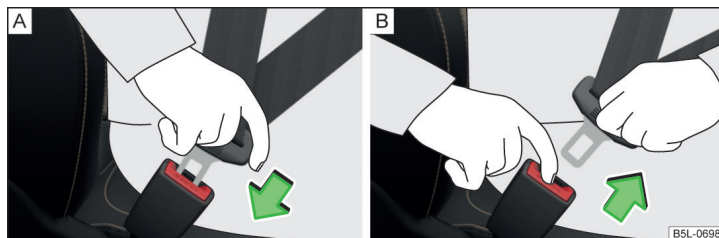

Рис. 6 Пристібання/відстібання ремня безпеки
- Вставляйте застібку в замок ремня відповідного сидіння, доки не почуєте звук фіксації » Рис. 6 - [A].
- Утримуйте язички і натисніть червону кнопку на замку ремня » Рис. 6 - [B], язичок вистрибне.